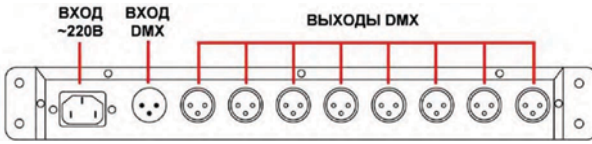
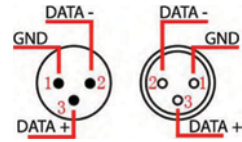

Рис.2. Размещение разъемов.
Рис.3. Распайка разъемов XLR3.
- 3.3. Подключите провода от контроллера DMX к входу DMX дистрибьютора (Рис. 2). Распайка разъемов приведена на Рис. 3. Соблюдайте полярность при подключении проводов.